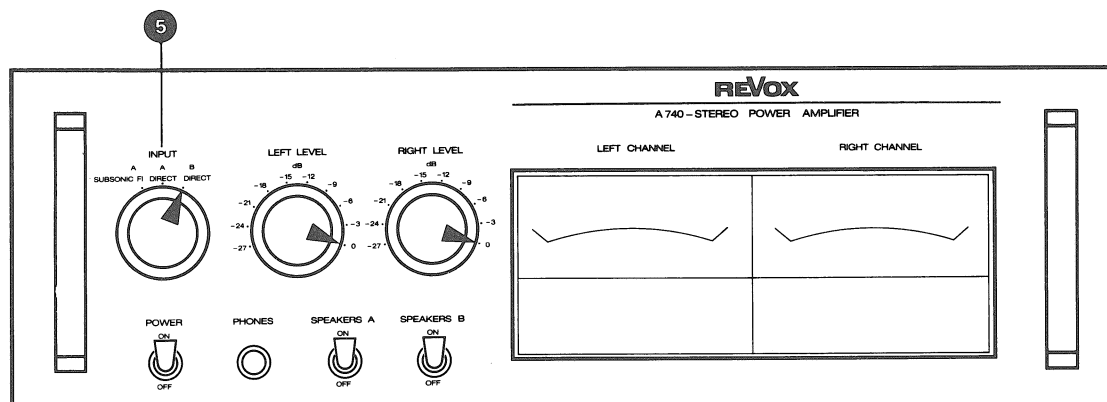

Fig. 5.2.—1
- Bedienungselemente nach Fig. 5.2.—1 einstellen.
- NF-Voltmeter an Ausgang LEFT CHANNEL (18) anschliessen.
- NF-Generator an Eingang LEFT CHANNEL (14) anschliessen.
- NF-Voltmeter an Ausgang RIGHT CHANNEL (17), NF-Generator an Eingang RIGHT CHANNEL (13) anschliessen.
- Klirrfaktor-Messgerät an Ausgang LEFT CHANNEL (18) anschliessen.
- Adjust operating controls as per fig. 5.2.—1.
- Connect audio voltmeter to output LEFT CHANNEL (18).
- Connect audio generator to input LEFT CHANNEL (14).
- Connect distortion analyser to output LEFT CHANNEL (18).
- Connect audio generator to input LEFT CHANNEL (14) and adjust input level to 1 V.
- Organes de commande selon la fig. 5.2.—1.
- Voltmètre BF à la sortie LEFT CHANNEL (18).
- Générateur BF à l'entrée LEFT CHANNEL (14).
- Voltmètre BF à la sortie RIGHT CHANNEL (17). Générateur BF à l'entrée RIGHT CHANNEL (13).
- Distorsiomètre à la sortie LEFT CHANNEL (18).
- Klirrfaktor-Messgerät an Ausgang RIGHT CHANNEL (17), NF-Generator an Eingang RIGHT CHANNEL (13) anschliessen.
- Connect distortion analyser to output RIGHT CHANNEL (17) and audio generator to input RIGHT CHANNEL (13).
- Distorsiomètre à la sortie RIGHT CHANNEL (17). Générateur à l'entrée RIGHT CHANNEL (13).